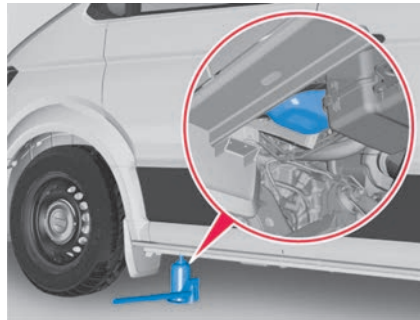
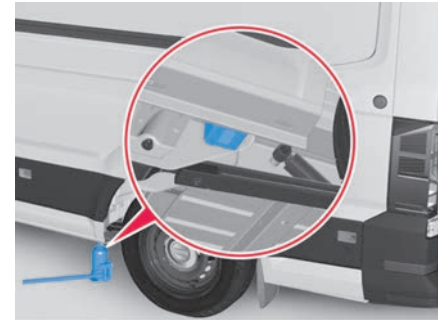

Abb. 219 Aufnahmepunkte für den Wagenheber vorn.
Abb. 220 Aufnahmepunkte für den Wagenheber hinten.
Die Aufnahmepunkte für den Wagenheber sind die Konsolen am Unterholm. Der vordere Aufnahmepunkt befindet sich hinter der Vorderachse unterhalb der Trittstufe der vorderen Tür → **Abb. 219**. Der hintere Aufnahmepunkt befindet sich vor der Hinterachse am Unterholm → **Abb. 220**.
3. Wagenheberaufnahmepunkt unter dem Fahrzeug suchen, der dem zu wechselnden Rad am nächsten liegt → **Abb. 219** oder → **Abb. 220**.